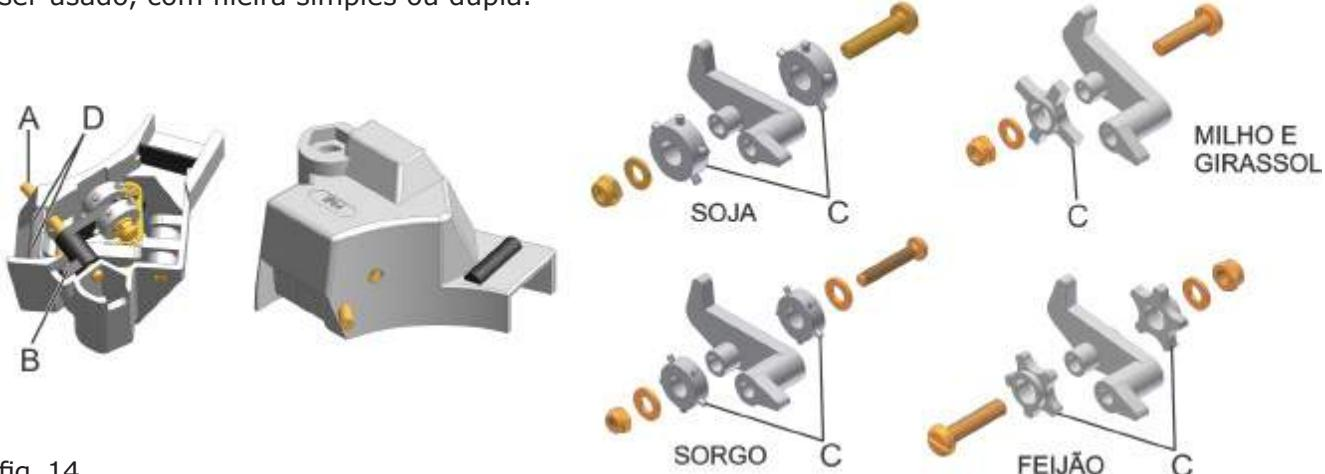

fig. 14
- 2- Remova o pino de fixação do articulador do rolete (A) (fig. 14);
- 3- Retire o articulador, e mude o modelo de rolete se necessário (B);
- 4- Observe o modelo de rolete (C) a ser utilizado. Deverá ser compatível com a furação do disco a ser usado, com fileira simples ou dupla.
Observe após a montagem da caixa de sementes, se os gatilhos raspadores (D) (fig. 14) estão livres.